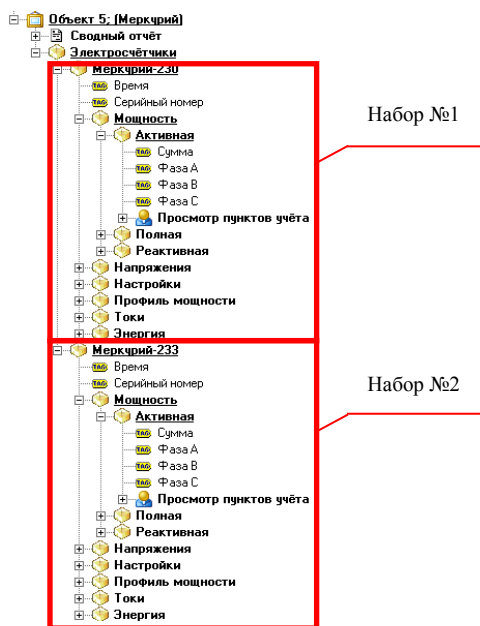

Рис. 4.55
- 2) наборы включают имена подпунктов и параметры одного типа с расположением, одинаковым для этих наборов (рис. 4.55);